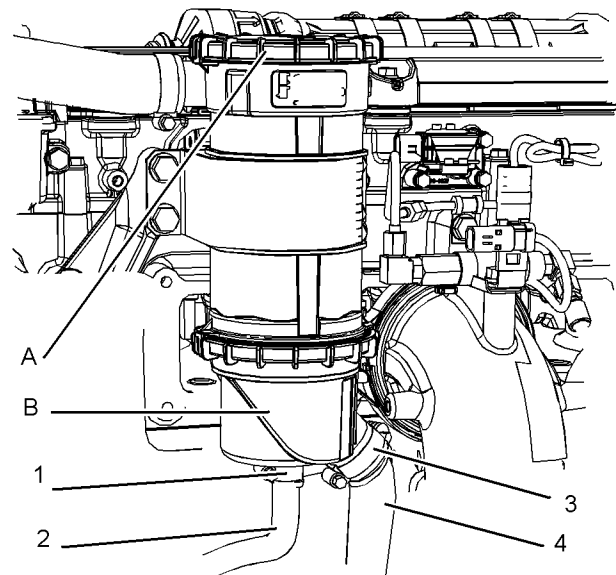

Abbildung 84
1. Die Schelle (1) lösen und den Schlauch (2) abnehmen. Die Schelle (3) lösen und den Schlauch (4) abnehmen. Siehe Abbildung 84 .
2. Die Kappe (B) vom Entlüftergehäuse (7) abnehmen. Nach Bedarf den O-Ring (8) abnehmen und entsorgen.
3. Den Filtereinsatz (6) vom Entlüftergehäuse abnehmen und entsorgen.
4. Nach Bedarf einen neuen O-Ring (8) anbringen.
5. Den Filtereinsatz (6) korrekt ausrichten und im Entlüftergehäuse anbringen.
6. Die Kappe (B) nur von Hand zudrehen.
7. Den Schlauch (4) anbringen und die Schelle (3) festziehen. Den Schlauch (2) anbringen und die Schelle (1) festziehen.